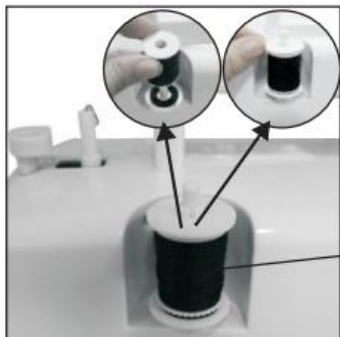

Fig.11
1. Nasadíte cievku s niťou na držiak (Fig. 11).